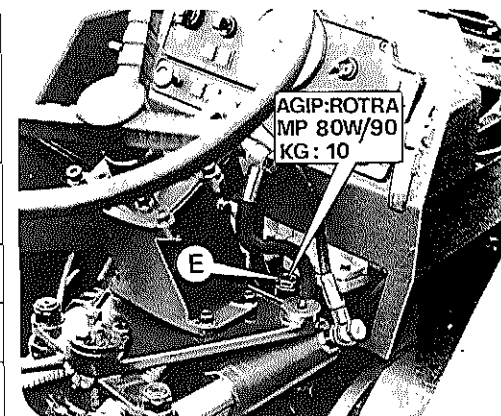

FIG. 36
- a) Sostituire l'olio della cassa anteriore. Si esegue a macchina calda ed in piano. Trattori serie 6000: fare defluire l'olio dal tappo A Fig. 44 ed immettere olio nuovo attraverso il tappo E Fig. 36. Vedi tabella lubrificanti pag. 31.
- a) Replace oil in front case. Carry out this operation while the engine is warm and on a flat ground. Tractors series 6000: drain oil out of plug A (Fig. 44) and refill with new oil through plug E (Fig. 36). See lubricants' table on Page 31.
- a) Vidanger l'huile du carter avant. Cette opération doit être exécutée à moteur chaud et sur surface horizontale. Tracteurs série 6000: Faire couler l'huile hors du bouchon de vidange A Fig. 44; par le bouchon E Fig. 36, selon tableau lubrifiants pag. 31.
- a) cambiar el aceite de la caja anterior. Se realiza con el tractor caliente y en terreno llano. Tractores serie 6000: hacer fluir el aceite por el tapón A Fig. 44 y poner aceite nuevo por el tapón E Fig. 36. Ver tabla de lubricantes pag. 31.